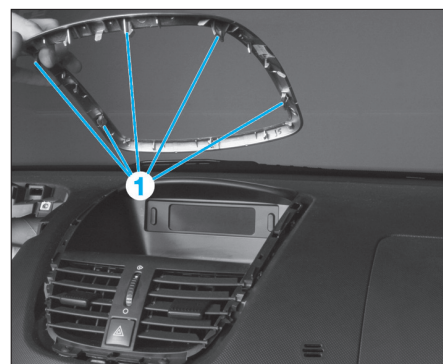

Fig. 9
- Dégrafer en (1) l'enjoliveur de la façade supérieure de planche de bord (Fig.9).